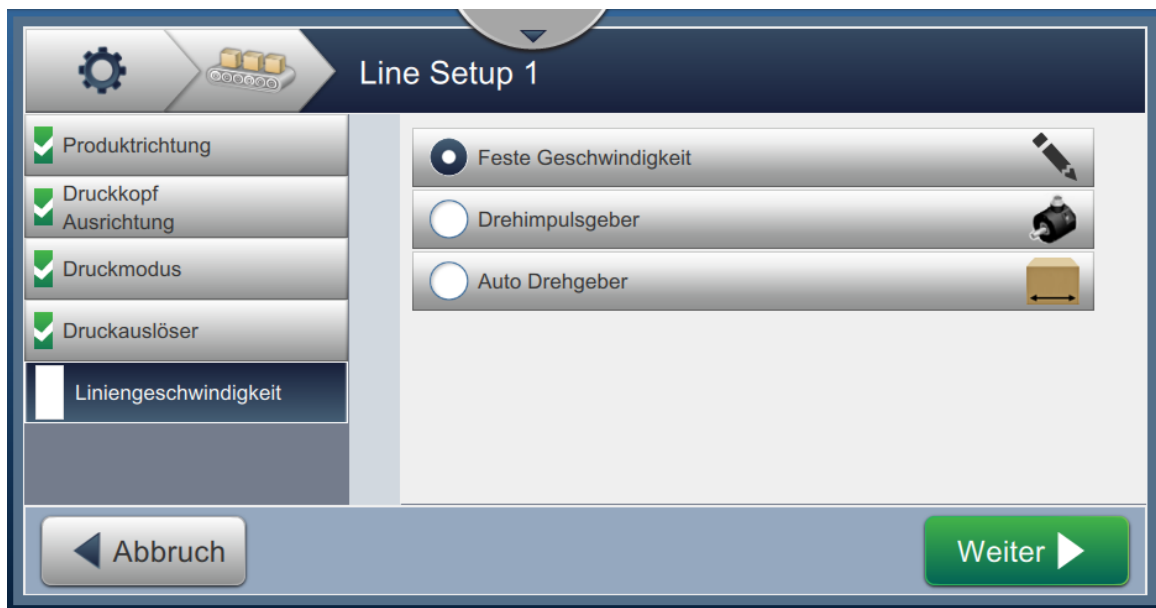

Abbildung 6-33: Linieneinrichtung – Liniengeschwindigkeit
1. Berühren Sie die Option *Liniengeschwindigkeit* im Bildschirm für die Einstellungen zur Linieneinrichtung, wählen Sie die gewünschte Liniengeschwindigkeit aus, wie dargestellt in Abbildung 6-33. Berühren Sie die Schaltfläche  , um die Liniengeschwindigkeit festzulegen.
1. Wählen Sie die Option *Feste Bandgeschwindigkeit*, wie dargestellt in Abbildung 6-33. Berühren Sie die Schaltfläche  , um die gewünschten Einstellungen einzugeben.
1. Wählen Sie die Option *Gemessen nach Drehimpulsgeber*, wie dargestellt in Abbildung 6-33.
- 1. Berühren Sie die Option *Gemessen nach Produktgröße/Zeit*, wie dargestellt in Abbildung 6-33. Berühren Sie die Schaltfläche  , um die gewünschten Einstellungen einzugeben.